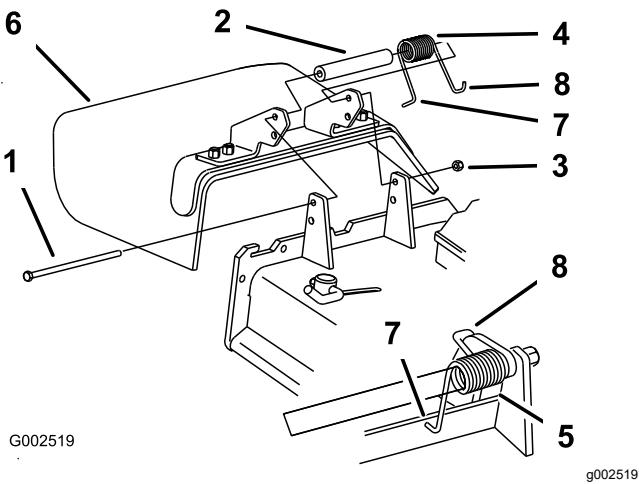

Figura 48
1. Togliete il dado di bloccaggio, il bullone, la molla e il distanziale che fissano il deflettore alle staffe orientabili del tosaerba (Figura 48).
- Nota:** Verificate che l'estremità a L della molla si trovi dietro il bordo del piatto di taglio prima di montare il bullone, come illustrato in Figura 48
5. Infilate l'estremità a gancio J della molla attorno al deflettore di sfalcio (Figura 48).